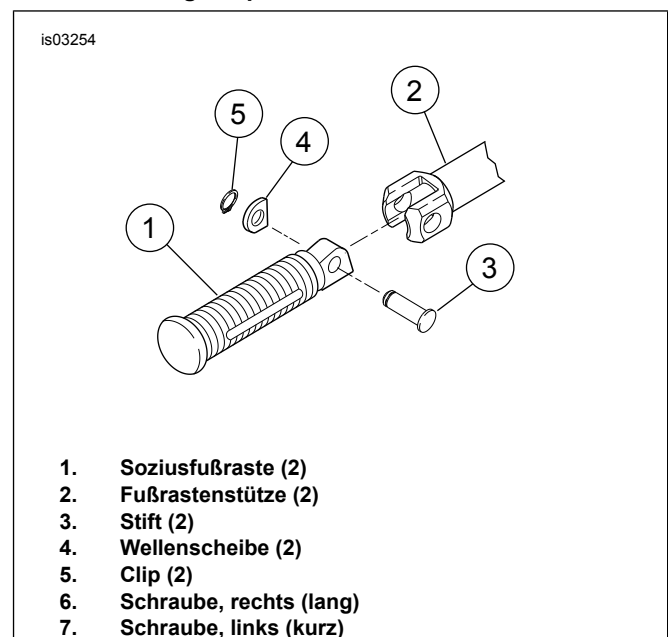

Abbildung 6. Soziusfußrastenstütze (rechte Seite)
4. Siehe Abbildung 6. Die Soziusfußraste (1) von der Fußrastenstütze (2) entfernen, indem der Stift (3), die Wellenscheibe (4) und der Clip (5) entfernt werden. Die Teile für den Einbau des Satzes aufheben.
1. Siehe Abbildung 6. Die Soziusfußraste (1) mit dem Original-Stift (3), der Wellenscheibe (4) und dem Clip (5) an der Fußrastenstütze (2) befestigen.